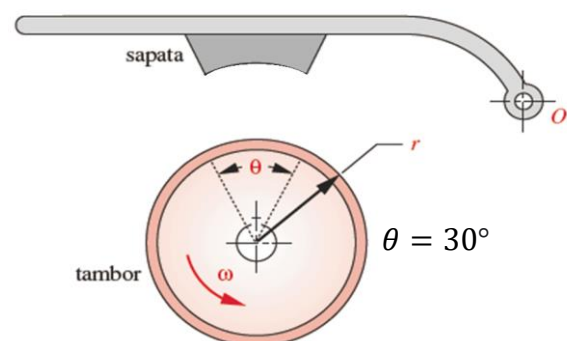

Figura 2
- 10 – Indique o tipo de embreagem/freio mostrado na Figura 2. Represente na figura as forças de ação e reação em forma de vetores da: